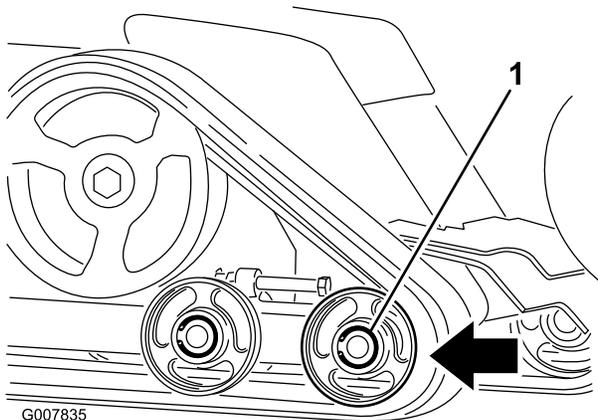

Figura 47
6. Empuje la rueda de rodaje delantera todo lo posible hacia atrás (Figura 47).
8. Una vez retirada la oruga de la rueda de rodaje, retírela de la máquina (Figura 47).
9. Empezando en la rueda motriz, pase la oruga nueva alrededor de la rueda, asegurándose de que los dientes de la oruga encajen entre los espaciadores de la rueda (Figura 47).
10. Introduzca la oruga por debajo y entre las ruedas de rodaje trasera y central (Figura 47).